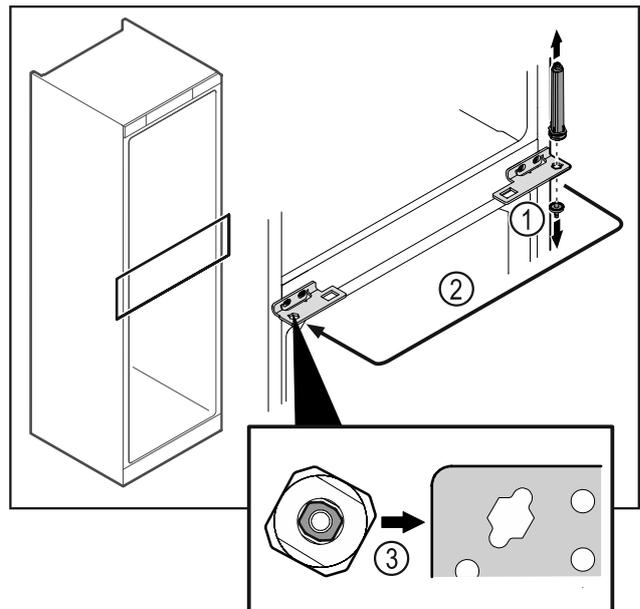

Fig. 47
- Scharnierbolzen Fig. 47 (1) abschrauben.
- Türschließsystem Fig. 47 (2) umsetzen.
- Darauf achten, dass beim Einsetzen die Bolzenabschrägung Fig. 47 (3) zum runden Loch zeigt.